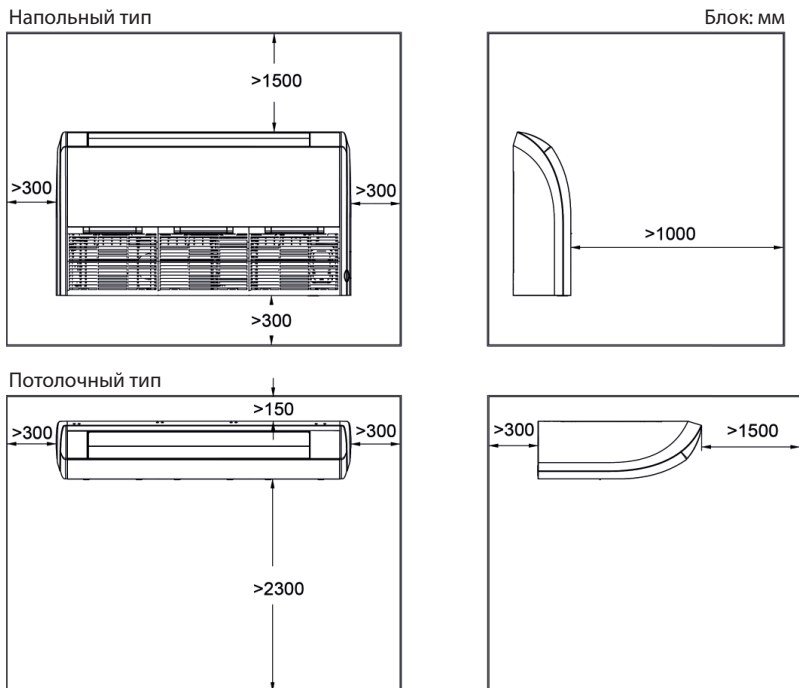

Рис. 2
3. Оставьте вокруг устройства пространство для обслуживания как показано на Рис. 2.